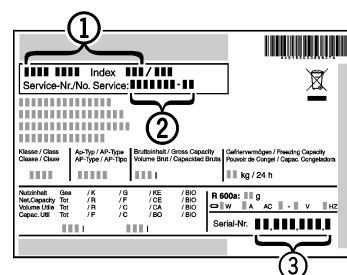

Fig. 10
- ▶ Denominación del aparato Fig. 10 (1), nº del servicio técnico Fig. 10 (2) y nº de serie Fig. 10 (3) en la placa de identificación. La placa de identificación se encuentra en la parte interior izquierda del aparato.
- ▶ Informe al servicio postventa e indique el fallo, la denominación del aparato Fig. 10 (1), el nº del servicio técnico Fig. 10 (2) y el nº de serie Fig. 10 (3) .